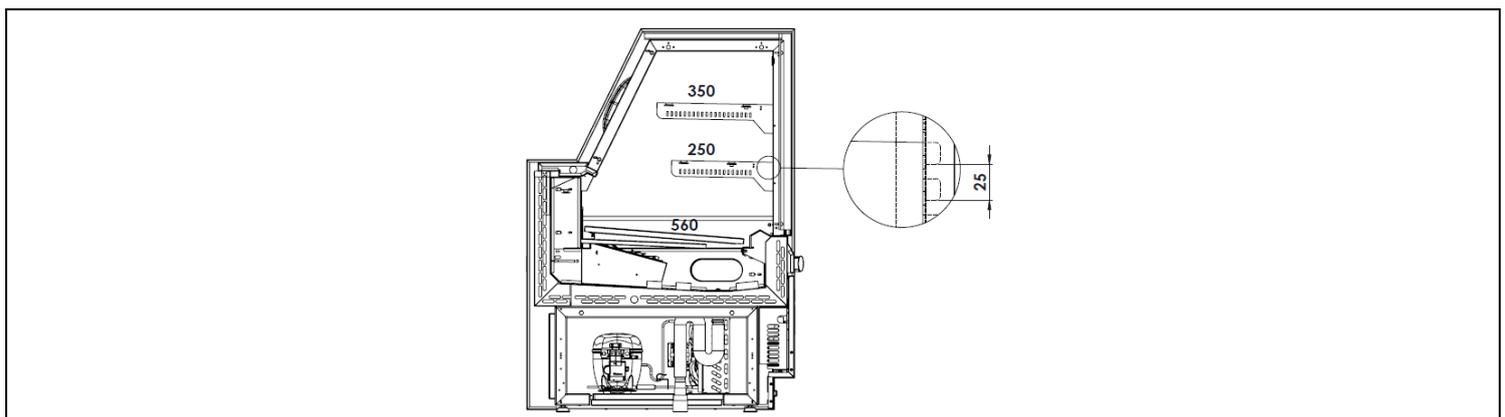

Figura 6: Prateleira MFPE, MFPN, MFPR
- 2 - Permite ajuste de altura com deslocamento mínimo de 25 mm conforme figura 6;